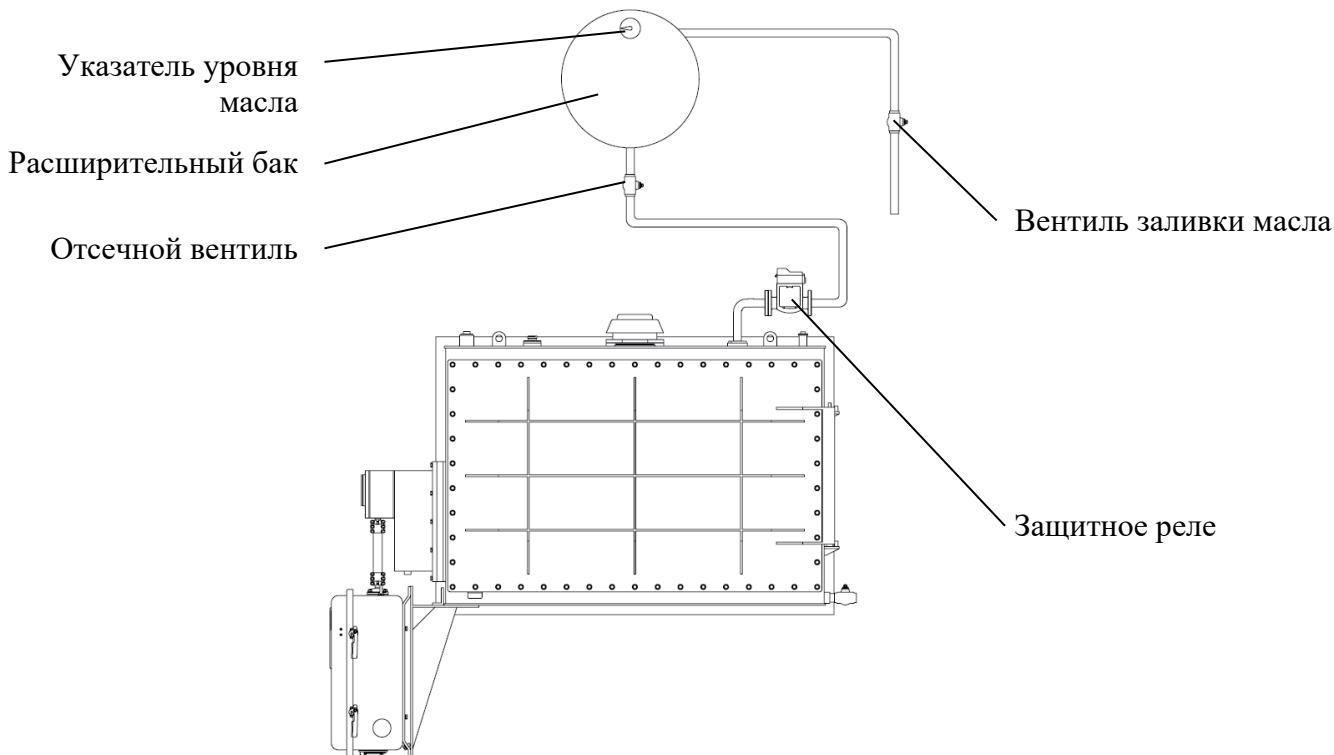

Рисунок 15 Заполнение маслом бака РПН стандартной конфигурации
9.1.1 Заполнение устройства РПН маслом при атмосферном давлении на трансформаторе, оборудованном расширительным баком устройства РПН. Между защитным реле и расширительным баком должен быть установлен отсечной вентиль (рисунок 15).